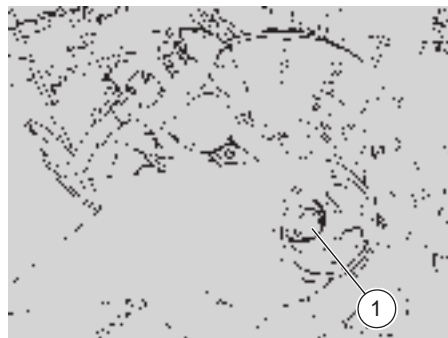

Fig. 32
- ◆ Sfilare il perno (1 Fig. 32).
- ◆ Inserire il perno (1 Fig. 32).
- ◆ Fissare il dado (1 Fig. 32).